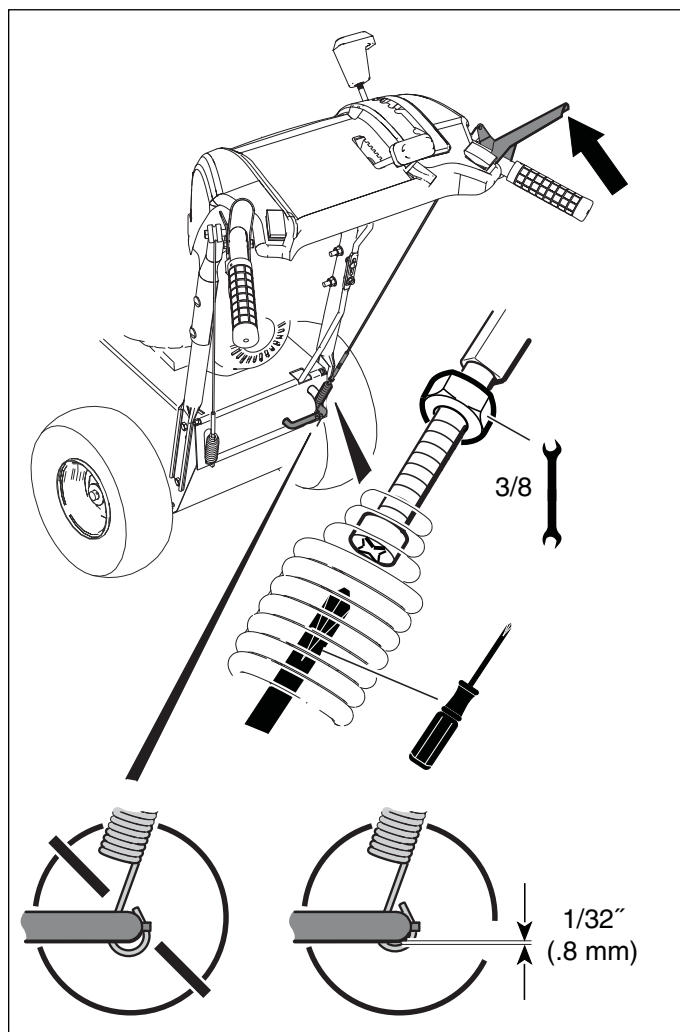

Figura 20. Tensione comando coclea
1. Con la leva sganciata, il gancio (Figura 20) dovrà toccare appena la leva senza alzarla. Può esserci una distanza massima di 0,8 mm (1/32 di pollice).